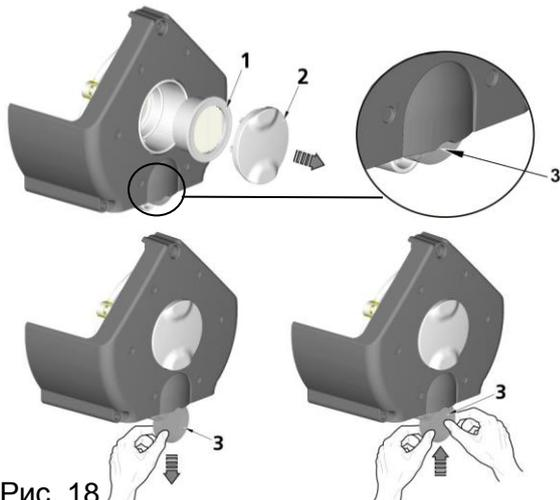

Рис. 18
18.5. Замена всасывающего фильтра агрегата (Рис. 18)